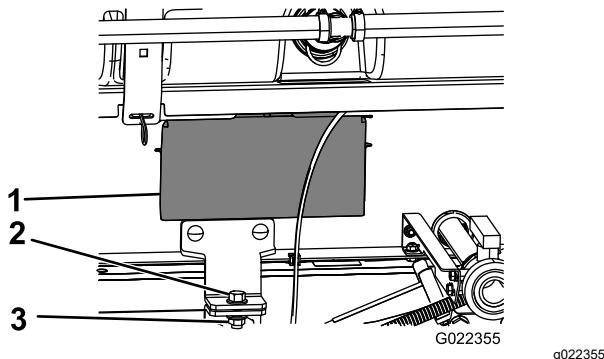

Figura 34
- Retire los paneles de acceso a ambos lados del bastidor del patín (Figura 34).
8. Sujete el soporte de sujeción del conjunto del patín al soporte de la plataforma del bastidor en cada lado de la máquina con un perno ($\frac{1}{2}$ " x $1\frac{1}{2}$ ") y una contratuerca ($\frac{1}{2}$ ") como se muestra en Figura 34.